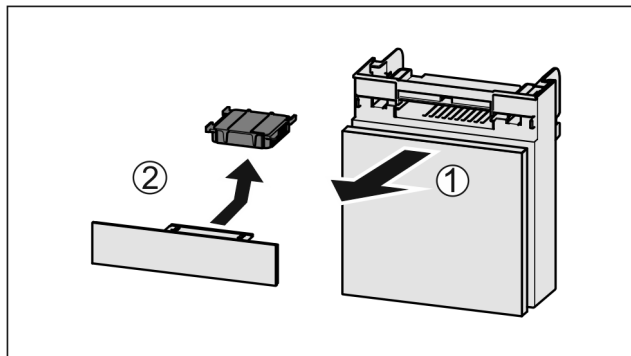

Fig. 52
- ▶ Издърпайте Fig. 52 (1) напред от отделението.
- ▶ Извадете Fig. 52 (2) филтър с активен въглен.